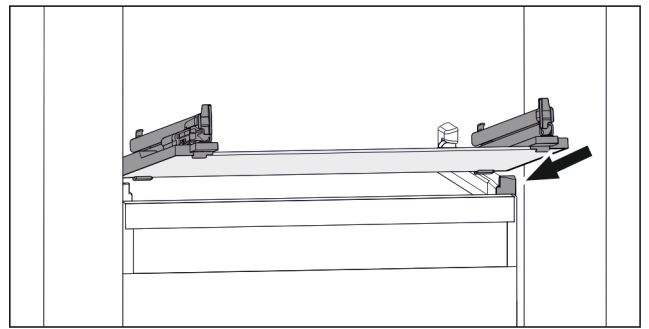

Fig. 115 Przykładowa prezentacja płyty szklanej
- ▶ Założyć płytę szklaną pod skosem za stoperami. (patrz Fig. 115)